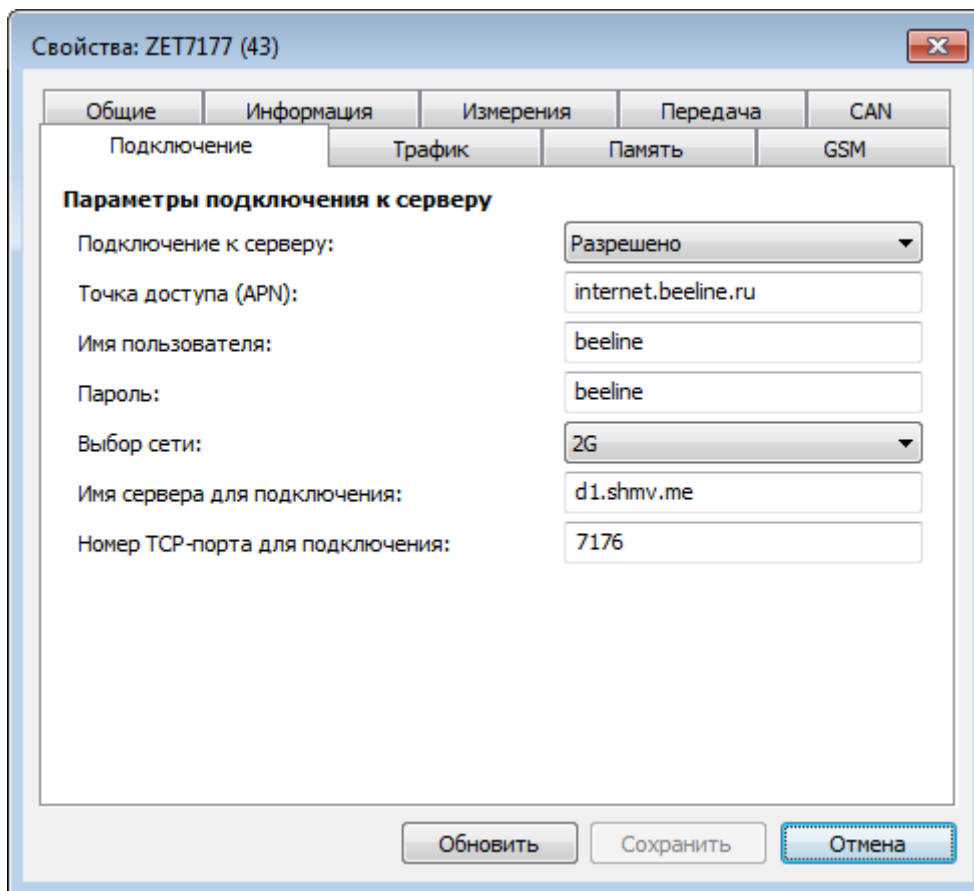

Рис. 2.18 Вкладка «Подключение ZET 7177
- во вкладке «Подключение» необходимо установить параметры в зависимости от настроек оператора сети GSM, SIM-карта которого установлена в преобразователь интерфейса ZET 7177(Рис. 2.18).